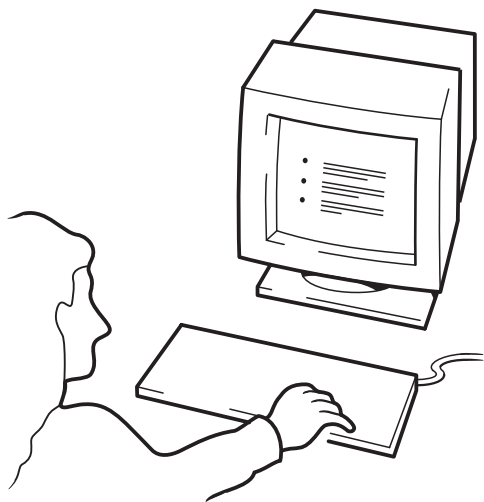

图 10c: 使用 HP OBDR, 第 3 步
- 3 请按照屏幕上显示的说明设置操作系统 (请参见图 10c)。屏幕说明将因备份软件的不同而不同。通常，您可以接受对所有提示的缺省响应，例如按下 <Enter> 键即可。